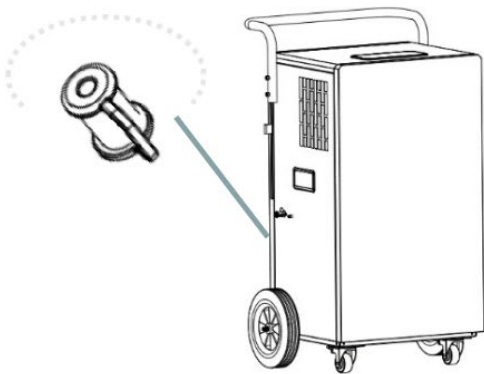

Fig. 3
1. Entfernen Sie den Wasserstopfen aus dem Auslass des kontinuierlichen Abflusses. (Abb. 3)